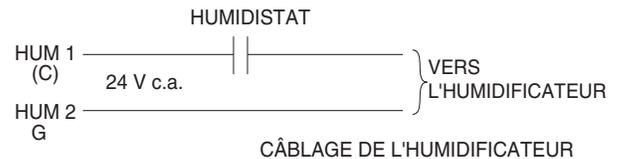
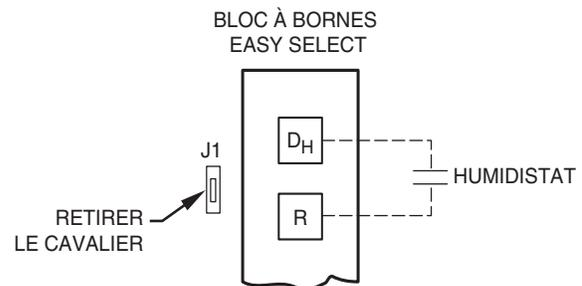

Fig. 19 - CÂBLAGE DE L'HUMIDIFICATEUR
Fig. 20 - Câblage de l'humidistat pour le mode de déshumidification
Les bornes HUM1 et HUM2 de la carte Easy Select procurent une connexion directe pour la commande basse tension d'un humidificateur par le biais d'un humidistat standard. (Consultez la figure 19.) Ces bornes sont alimentées à 24 V c.a. lorsque le signal G du thermostat est présent. (Consultez la figure 20.) Alternativement, vous pouvez obtenir le signal 24 V c.a. à partir des connexions W1 et C du bloc à bornes lorsque les dispositifs de chauffage électrique sont utilisés en tant que source de chauffage principale. Si vous utilisez une commande Thermidistat™, Zone Perfect Plus ou Comfort Zone II, le signal 24 V c.a. peut être obtenu directement de la borne HUM du Thermidistat. (Consultez les figures 9, 10, 11 et 12.)
Les capacités latentes des systèmes utilisant un ventilo-convecteur FV4C sont meilleures que la moyenne. Si l'application exige une augmentation de la capacité latente, le bloc à bornes de câblage sur place comporte des bornes de raccordement pour un humidistat standard. Le FV4C peut détecter l'ouverture des contacts de l'humidistat lorsque l'humidité augmente et réduire le débit d'air à environ 80 % du débit d'air nominal du mode de refroidissement. Cette réduction augmente la capacité latente du système jusqu'à ce que l'humidité chute à un niveau qui amène l'humidistat à fermer ses contacts. Lorsque les contacts se ferment, le débit d'air revient à 100 % du débit d'air de climatisation sélectionné. Pour activer ce mode, retirez le cavalier J1 et câblez l'humidistat standard. (Consultez la figure 20.)
5. Vérifiez les signaux de commande basse tension envoyés au moteur. Le moteur reçoit ses signaux de commande par la fiche à 12 broches (PL-1) de la carte Easy Select et par la fiche à 16 broches du faisceau de câblage. (Consultez l'exemple de dépannage.) Les combinaisons des broches sous tension déterminent le régime du moteur. (Consultez la figure 20.) Consultez le tableau 7 pour les détails concernant la carte de circuit imprimé, les bornes à vis basse tension qui sont alimentées et la tension présente au niveau de chaque broche de la fiche à 12 broches (PL-1). Consultez le tableau 7 pour le numéro de broche de la fiche à 16 broches qui doit être alimentée lorsque les bornes à vis de la carte Easy Select sont alimentées sous 24 V c.a.